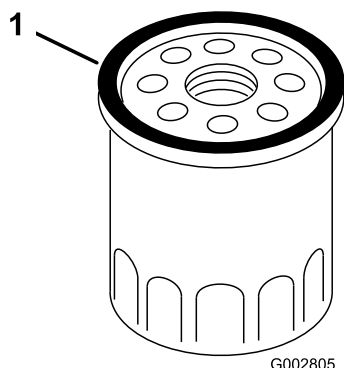

Figura 29
- Usando el dedo, unte la junta del filtro nuevo con aceite (Figura 29).